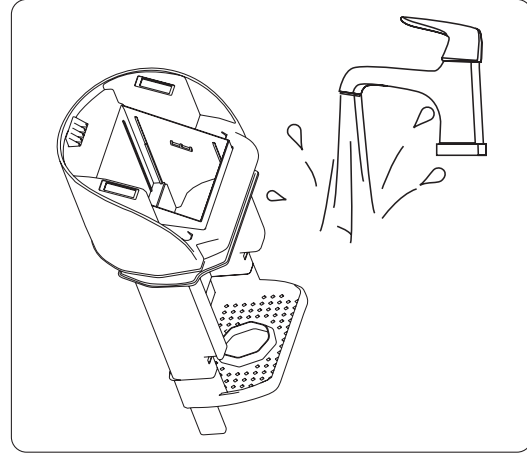

Figure 2
2. Retirez le couvercle supérieur du réservoir d'eau sale (Fig. 1) et rincez-le à l'eau claire (Fig. 2).